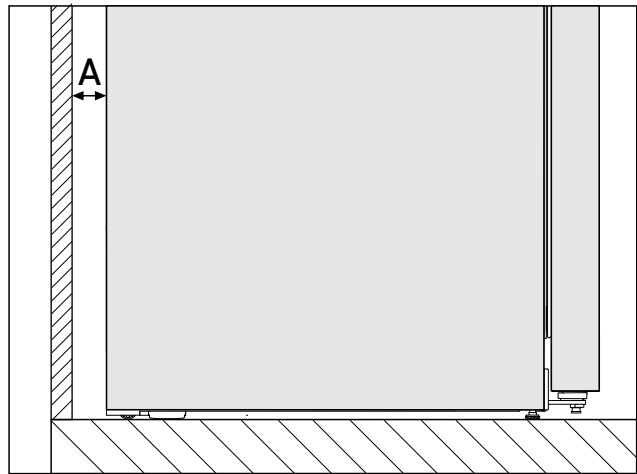

Fig. 3 *
Konsumi i energjisë është përcaktuar me një distancë Fig. 3 (A) midis faqes së pasme të pajisjes dhe murit. Kur distanca nga muri është më e vogël se Fig. 3 (A), nuk ka ndikim në funksionalitetin e pajisjes. Në distancën e vogël të murit mund të rritet pak konsumi i energjisë dhe mund të krijohet kondensim në faqen e pasme të pajisjes.*